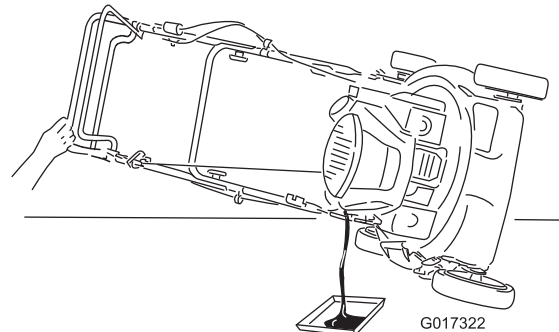

Figura 19
2. Ponga el cortacésped de lado, con el filtro de aire hacia arriba, y retire la varilla para drenar el aceite usado a través del tubo de llenado de aceite (Figura 19).